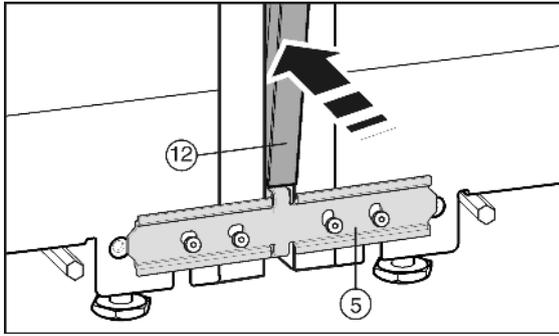

Fig. 9
安装护板条 Fig. 9 (12)前在整个长度上挤压两个隔板。轻轻将护板条放入缝隙中。用软布按压护板条，以防止护板表面凹陷。小心正确地将护板条压入缝隙，以确保接合无误。
- ▶ 在设备正面将长护板条 Fig. 9 (12)压入垂直缝隙中。注意，护板条位于连接板 Fig. 9 (5)上。